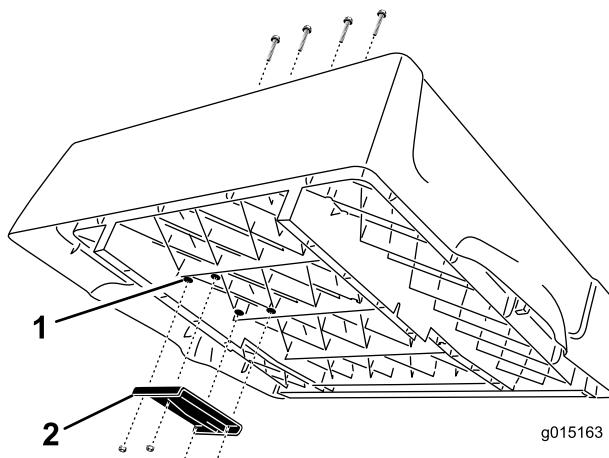

Bild 4
1. Ermitteln Sie die vier Ansätze unten an der Pritsche an der rechten Seite (Bild 4). Bohren Sie mit einem Bohrer und einer Bohrspitze von 3/8 Zoll
2. Befestigen Sie die obere Hubhalterung mit vier Kreuzschrauben ((3/8 x 2-1/2 Zoll)) und Bundsicherungsmuttern (Arretierung) ((3/8 Zoll)) an der Unterseite der Pritsche. Positionieren Sie die Halterung wie in Bild 4 dargestellt.